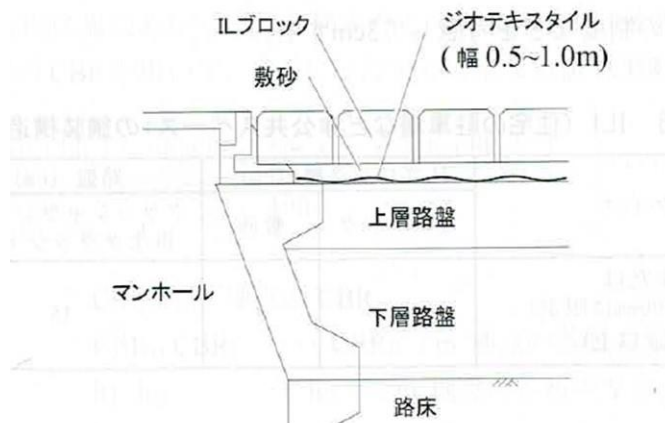

図7 マンホール周辺の排水処理例
- ⑧ マンホール周辺は締固めが不十分になりやすいため、浸透水により敷砂が上層路盤の空隙部に流入しないように、上層路盤の上にジオテキスタイルを敷設することが望ましい施工方法です(図7)。